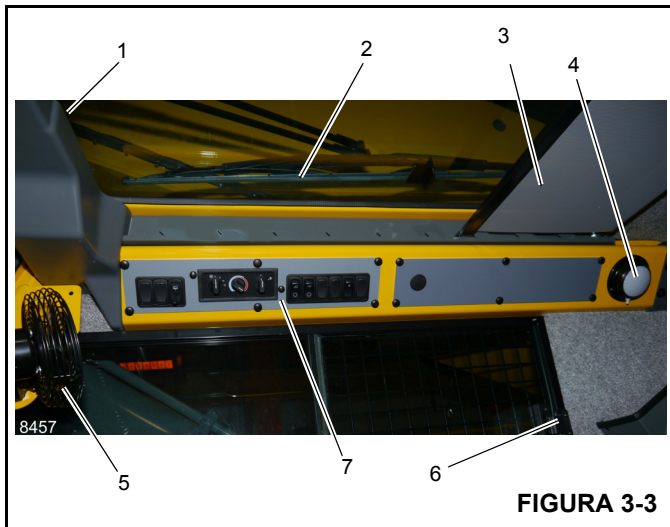

FIGURA 3-3
El pestillo de la ventana del techo (1) (Figura 3-3) se encuentra en la parte delantera de la ventana. Apriete el pestillo y deslice la ventana hacia atrás para abrirla. Para cerrar, deslice la ventana hacia adelante hasta que el pestillo se trabee.
El limpiacristal de la ventana del techo (2) (Figura 3-3) se controla por medio del interruptor del limpiacristal de la ventana del techo (4) (Figura 3-4) y su funcionamiento es controlado por el motor del limpiacristal.
La visera de la ventana del techo (3) (Figura 3-3) se utiliza para reducir la luz solar directa. La visera es autorretraíble y se puede utilizar para filtrar el ingreso de luz solar o se puede ajustar hacia atrás y trabarse en las muescas provistas.
La luz interior de techo (4) (Figura 3-3) se encuentra en la esquina trasera derecha de la consola superior de la cabina y provee iluminación a la cabina. La luz de techo interior se controla por medio de un interruptor ubicado en la lámpara misma.
El ventilador de circulación de la cabina (5) (Figura 3-3) se encuentra en el lado delantero izquierdo de la cabina, encima del marco de la ventana. Una unión giratoria permite girar el ventilador y en su base se encuentra el interruptor de control. El interruptor tiene las posiciones alta, baja y apagado.
La ventana del lado derecho de la cabina se puede abrir. Apriete el pestillo (6) (Figura 3-3) para soltar la traba y deslícela hacia adelante. Para cerrar, deslice la ventana hacia atrás hasta que el pestillo se trabee.